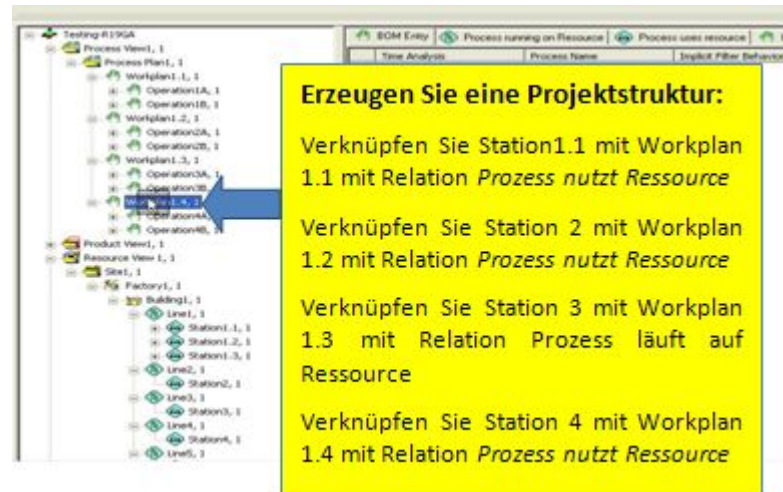

Abbildung 139: Projektstruktur
- 1) Erzeugen Sie ein Projekt mit dem Planungstypensatz *Default V5R19*, siehe Abbildung 139: